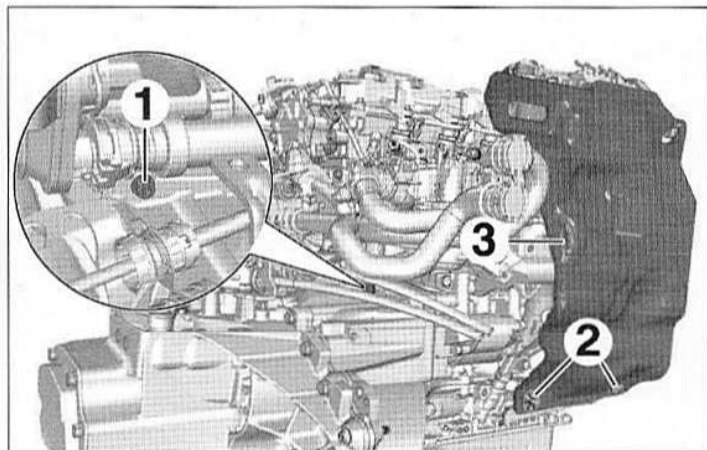

FIG.22
- par le dessus, la vis (1) (Fig.22),
- les agrafes (2),
- l'écran (3).